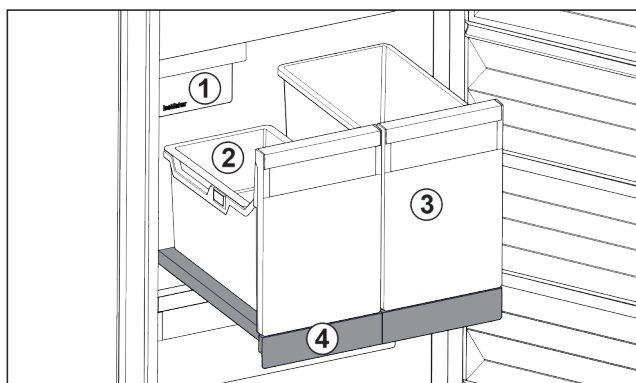

Fig. 17 Vyťahovacia polička s IceTower
Na vyťahovacej poličke sú dve vysoké nádoby (IceTower). V nádobe Fig. 17 (2) sa hromadia a skladujú kocky ľadu z IceMaker. Nádoba Fig. 17 (3) sa hodí na skladovanie vysokých potravín, ako sú pizze alebo alkoholické nápoje.